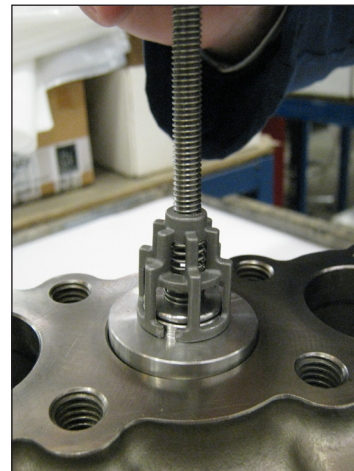

Fig. 18
- B) les groupes de la soupape de refoulement (Fig. 18) ;